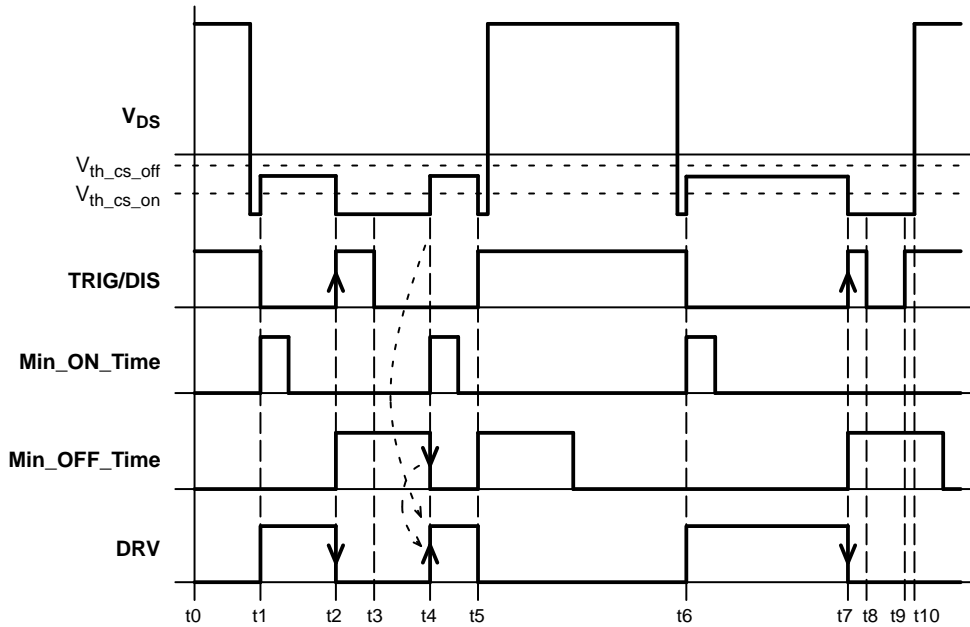

Figure 59. IC Behavior when Multiple Trigger Pulses Appear on TRIG/DIS Input
Figure 59に、 V_{DS} (CS)信号の1サイクル内でトリガ信号のパルスが2回発生した場合のICの挙動を示します。 V_{DS} 電圧が $V_{th_cs_on}$ のスレッシュホールド電圧以下なので、TRIG/DISにより、ドライバは時刻 t_1 で有効になり、DRVはターンオンします。時刻 t_2 で、トリガ信号が原因で、DRV出力が立ち下がります。時刻 t_2 で最小オフ時間ジェネレータがトリガされます。時刻 t_3 でTRIG/DISは“L”に下降しますが、最小オフ時間のシーケンスが継続しているので、DRV出力は“L”にとどまります。時刻 t_4 で最小オフ時間シーケンスが経過した時点で、DRVはターンオンします。時